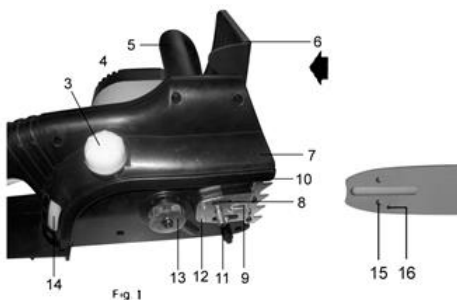

Fig. 1
3. Trzymaj prowadnicę z góry za czubek i umieść łańcuch piły. Odkręć nakrętki (2), aby zdjąć pokrywę napędu zębaki (1) (patrz zdjęcie na pierwszej stronie).
4. Przysuń napinacz łańcucha (12) w jego skrajne lewe położenie (jak pokazuje rysunek (Fig.1), obracając śrubę mocującą (9) w lewo tak daleko, jak to możliwe.
7. Następnie nałóż łańcuch na okrągłe koło napędowe (13) piły i umieść
1. Po przełączeniu pilarki, osłona bezpieczeństwa ręki (6) musi być w swojej normalnej pozycji, czyli być wciśnięta w kierunku strzałki (Fig. 1) tj. przeciw rączki (5).
3. Aby włączyć urządzenie uchwycić za uchwyt (5) z lewej strony i kciukiem prawej wciśnij przycisk blokady z lewej strony przełącznika następnie, gdy przycisk blokujący jest nadal wciśnięty, naciśnij spust i zwolnij przycisk blokujący, aby wyłączyć zwolnij spust. (Przycisk zamek powraca do pozycji zablokowanej).